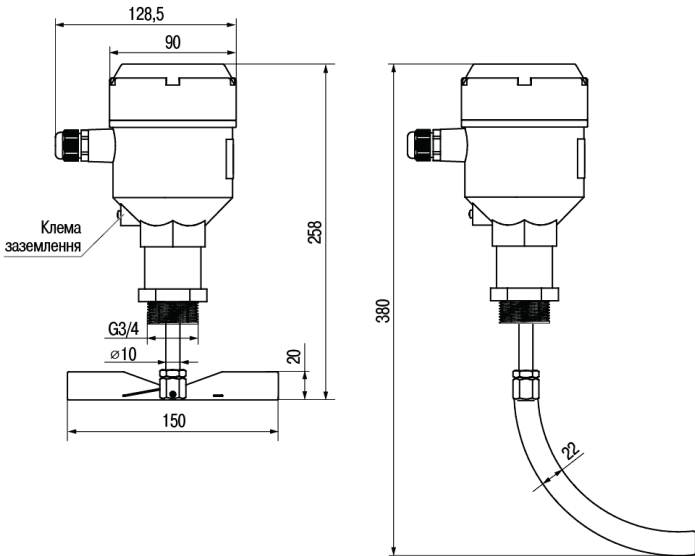

Рисунок 1.1 – Габаритні розміри
Габаритні розміри	Див. рисунок 1.1
- робочий простір ємності і габаритні розміри PCY дозволяють монтувати пристрій та забезпечити його нормальне функціонування на об'єкті (див. *рисунок 1.1* та 3.1);